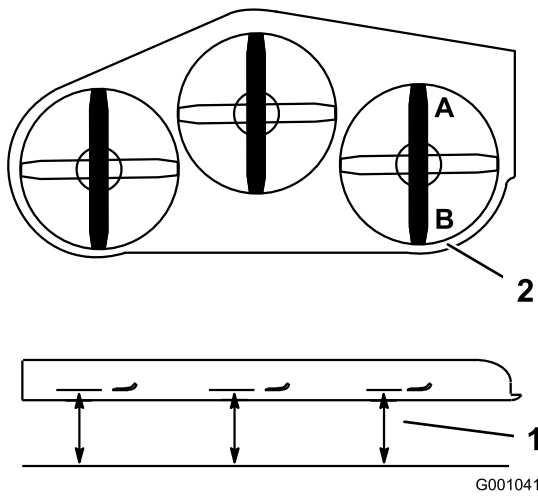

図 96
2. ブレードのうちの1枚を前後方向に向ける。**A** 位置と**B** 位置で、平らな床面からブレードの刃先までの高さを測る **図 96**。